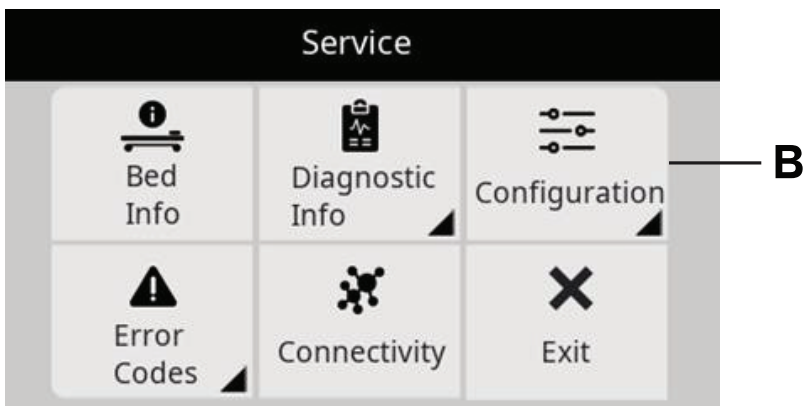

Figure 5 – Menu d'entretien du ProCuity
3. Accéder au menu d'entretien et sélectionner **Configuration (B)** (Figure 5).